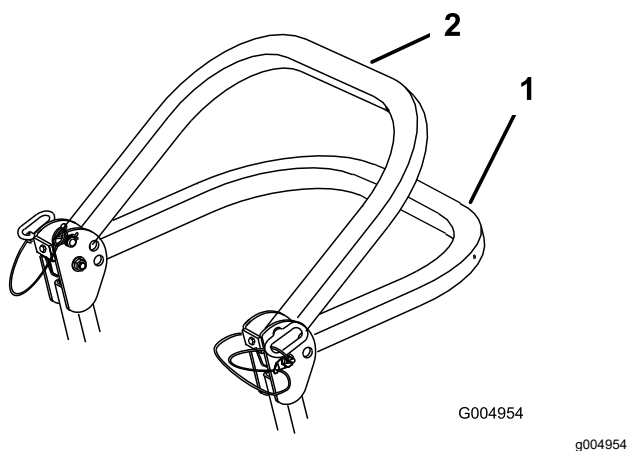

Figura 6
2. Abbassate il roll bar (Figura 6).
Nota: Sono presenti 2 posizioni abbassate; fate riferimento a Figura 6.